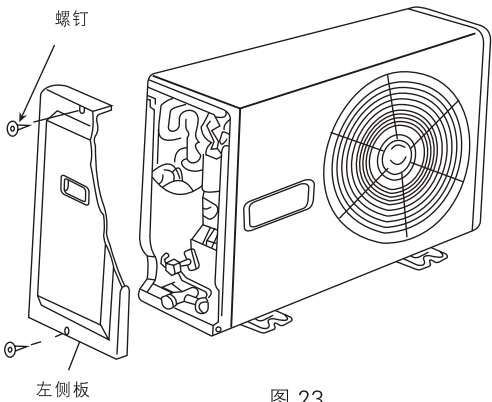

图 23
- (1) 将左侧板拆开。(如图 23)
- (2) 将截止阀的纳嘴与密封帽拆开。